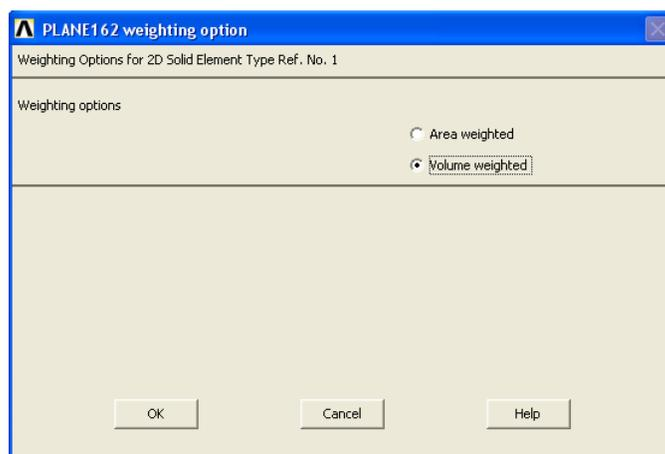

Рисунок 98. Окно *PLANE162 weighting option*
- Задать опцию *Volume weighted*, указывающую, что задача будет решаться для цилиндрического объема. Нажать кнопку **OK** в окне *PLANE162 weighting option* (Рисунок 98).